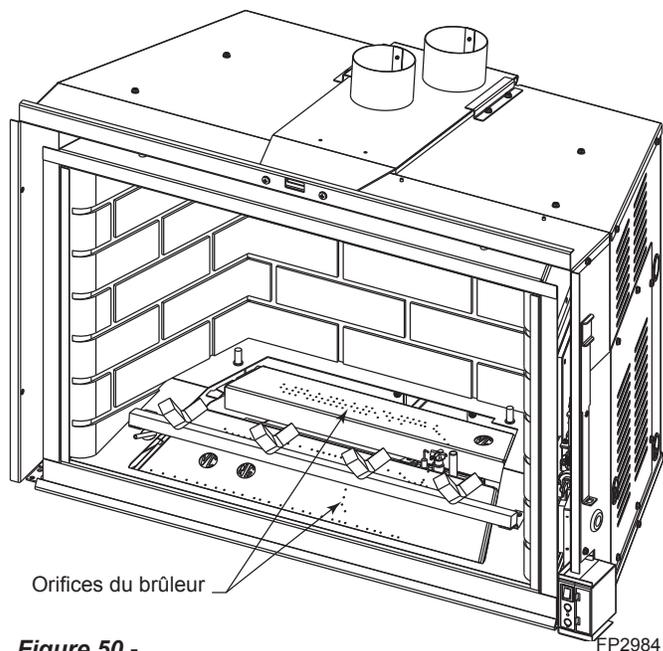

Figure 50 -
4. Placer la laine de roche. Nettoyer le brûleur et les orifices du brûleur. *Figure 50*